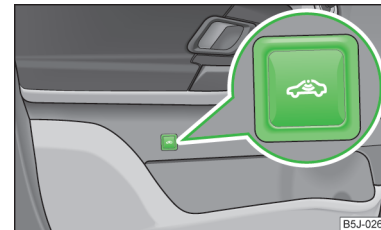

Abb. 35
- Die Symboltaste  » Abb. 35 in der Fahrertür drücken.